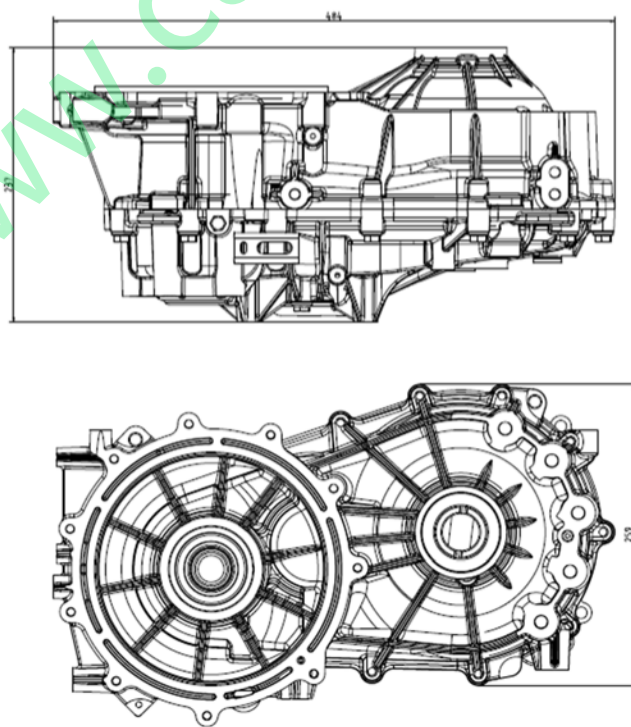

图 7
2. 变速箱总成外观尺寸大小: $A \times B \times C = 484\text{mm} \times 259\text{mm} \times 237\text{mm}$ (见下图 7):